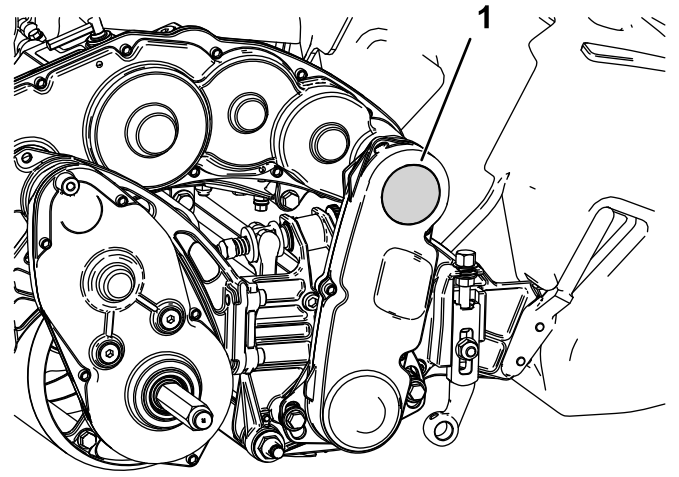

Figura 5
1. Retire el tapón de la parte superior del conjunto de transmisión del molinete (Figura 5)